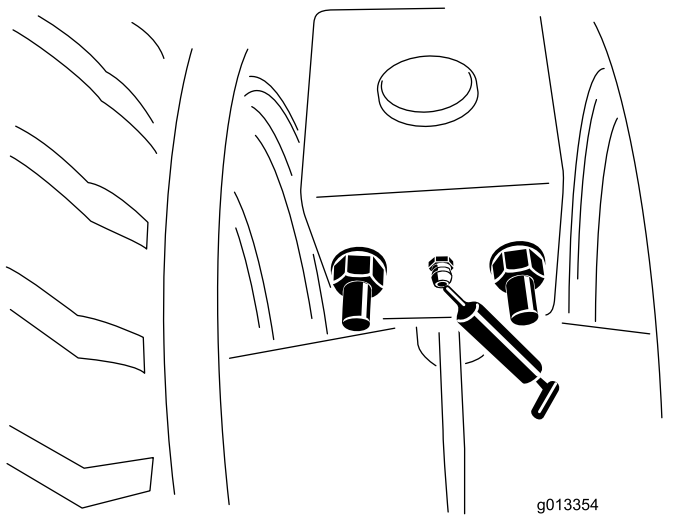

Рисунок 57
1. Очистите пресс-масленки (Рисунок 57).